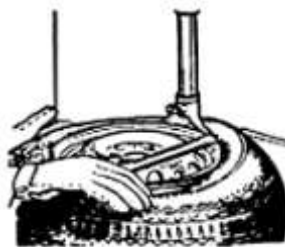

Fig. 8
- Inserte la palanca de montaje entre el talón del neumático y la sección delantera de la cabeza de montaje y mueva el neumático sobre la cabeza de montaje como se muestra en la fig. 8.
- Mientras sostiene la palanca de montaje en posición, como se muestra en la fig. 8, gire el plato giratorio en sentido horario presionando completamente el pedal de sentido de giro.
El neumático puede empujarse fuera de la cabeza de montaje dependiendo de su edad. Para evitar esto, gire el plato giratorio 1 ~ 2 cm en sentido antihorario con la palanca de montaje en posición, como se muestra en la fig. 8 y luego gire en sentido horario.